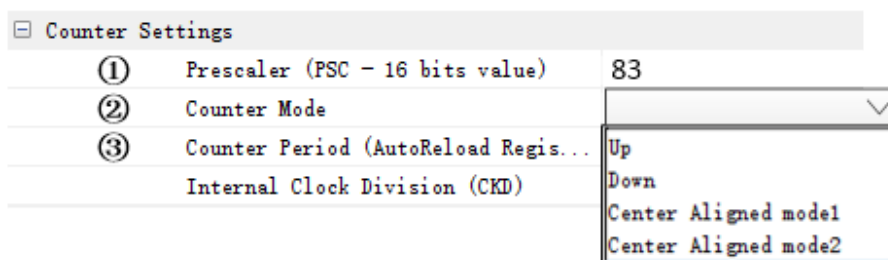

图 8 TIM2 定时器配置
(4) (4 分) 若使用 TIM2 实现定时功能(时钟频率设置为 84MHz), 请完成图 8 中定时器②-③的配置, 并计算在这种配置下超声波测距的分辨率为多少? (单位: mm)